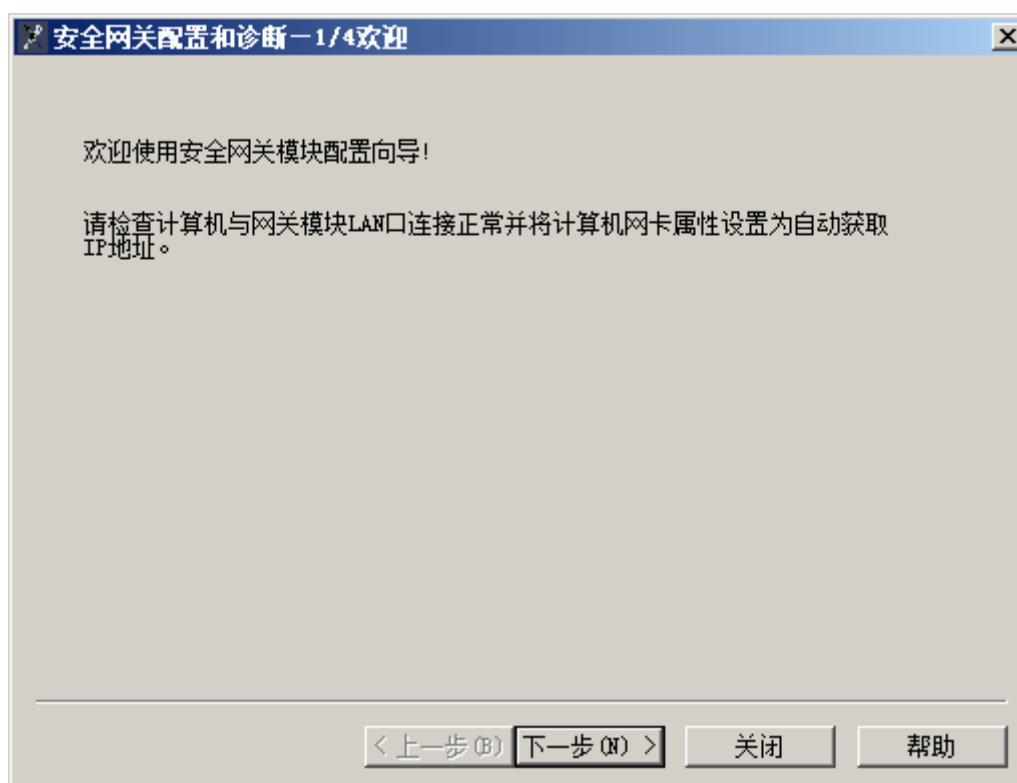

图 2-15 欢迎界面
1. 点击工具栏上的  按钮，打开网关配置工具，进入“欢迎”界面如图 2-15所示。